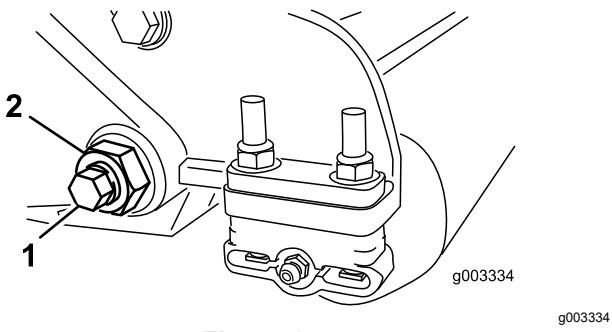

Figure 24
3. De chaque côté de la machine, desserrez le contre-écrou de fixation du boulon de la barre d'appui (**Figure 24**).
4. Retirez les boulons de la barre d'appui afin de pouvoir abaisser la barre et la déposer de l'unité de coupe (**Figure 24**).